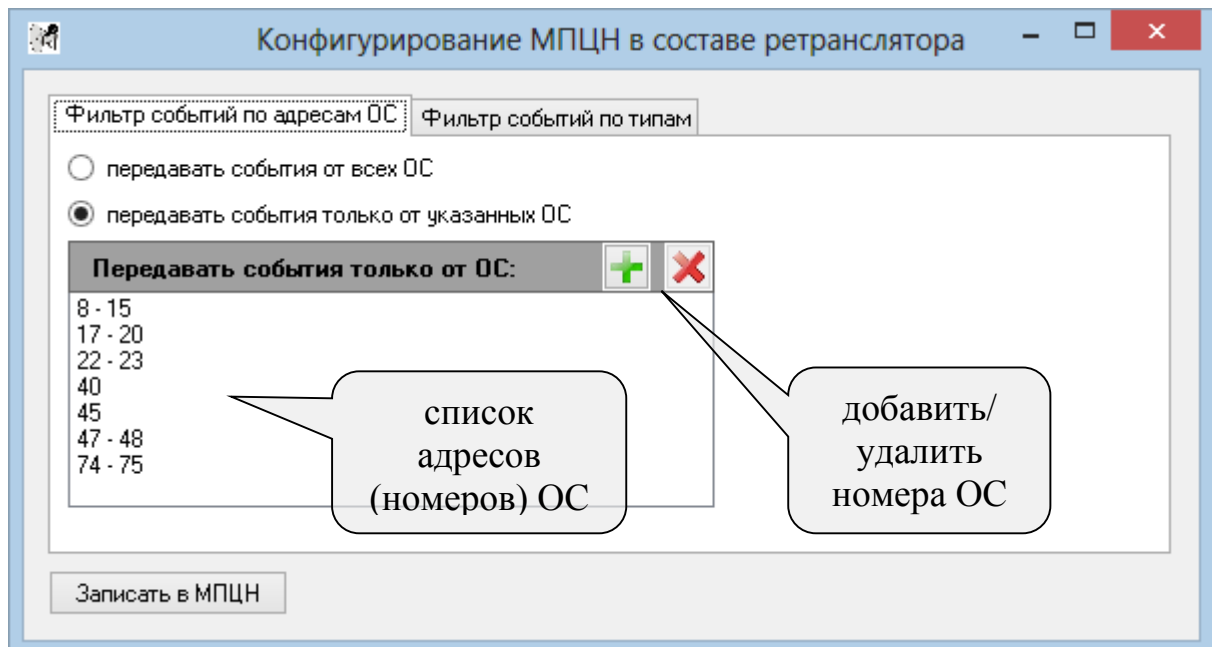

Рис. 57
- "Фильтр событий по адресам ОС" – для задания адресов ОС, извещения от которых необходимо ретранслировать в систему верхнего уровня (Рис. 57).